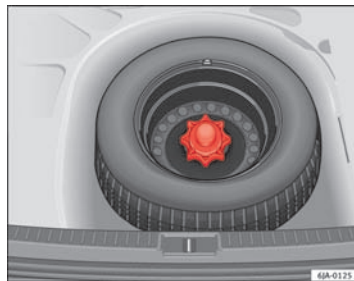

Fig. 125 Nød-hjul: bundplade, der er klappet op ▶
- Løft bundpladen, og hold den i denne position for at tage nødhjulet ud ⇒ Fig. 125.